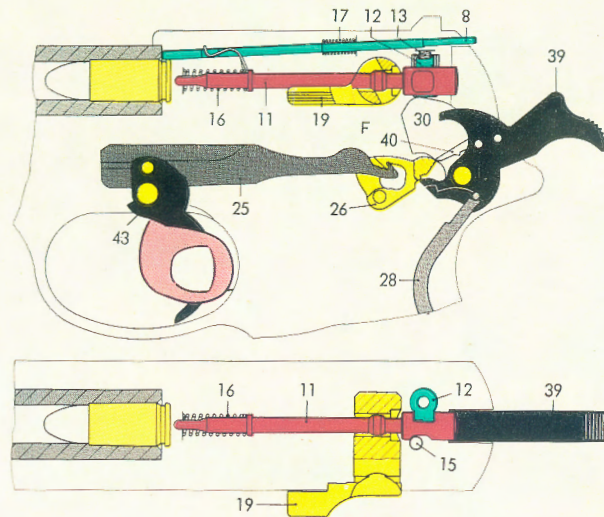

Abb. 4
Auf der Abb. 2 ist der Signalstift oberhalb des Hahnes deutlich sichtbar. Eine Patrone befindet sich im Lauf. Die Pistole ist entspannt, aber trotzdem durch Betätigung des Abzugs (Spannabzug) sofort feuerbereit (siehe Abb. 4).
Der Abzug (43) ist so weit zurückgezogen bis die Hahnklappenspitze (40) mit dem zurückgeschwenkten Hahn (39) auf der vorderen Kante des Spannstücks (26) steht. (Abb. 4)